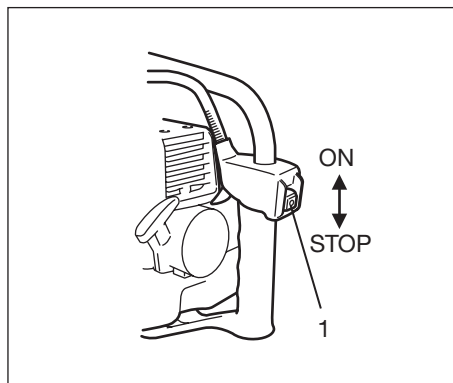

Fig. 2-2
1. Fijar la llave de ignición (1) en la posición ON (encendida). (Fig. 2-2, 2B)